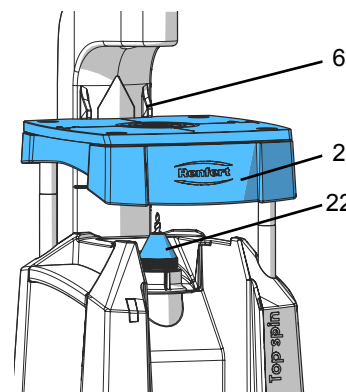

Bild 8
- ⇒ Tryck på spindellåset (7, bild 1) och vrid spännmuttern (22, bild 8) tills spindellåset går i ingrepp.